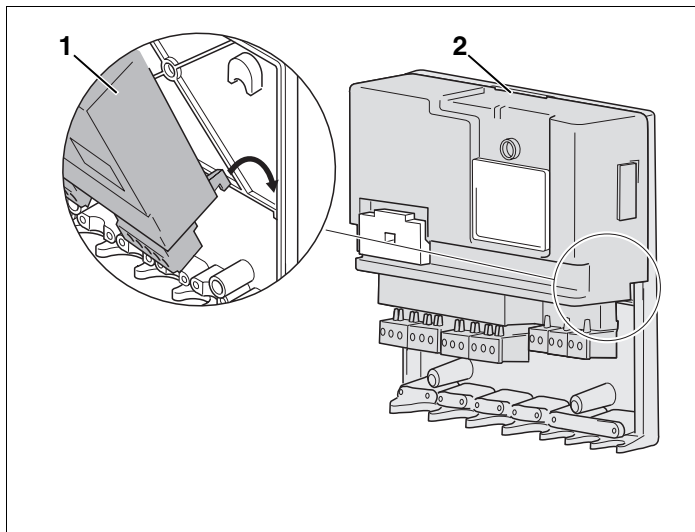

Рис. 10 Вставить и защелкнуть функциональный модуль
- Установить функциональный модуль (рис. 10, поз. 1) сначала снизу в настенный кронштейн, затем защелкнуть на замок (рис. 10, поз. 2).